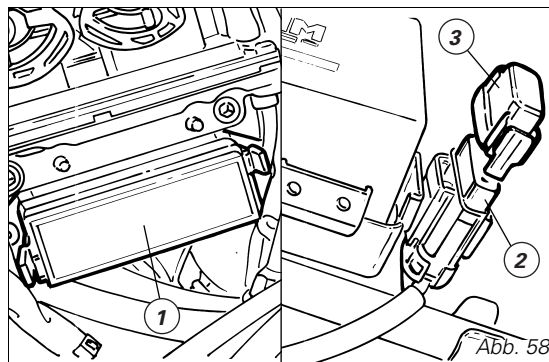

Abb. 58
Der Hauptsicherungskasten (Abb. 58) befindet sich auf der linken Seite der Batterie.
Die Sicherung mit 40A (2), die auf der rechten Seite der Batterie (Abb. 58) liegt, schützt den elektronischen Spannungsregler.
### **Legende - Sicherungskasten (1, Abb. 58)**